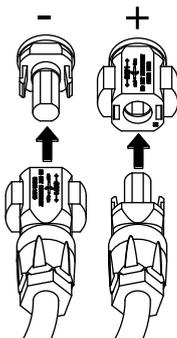

Fig. 31: Conexión del string fotovoltaico
- Introduzca los conectores hembra y los conectores macho de los cables CC en el inversor.  Fig. 31 Guardar los tapones obturadores quitados de los conectores.